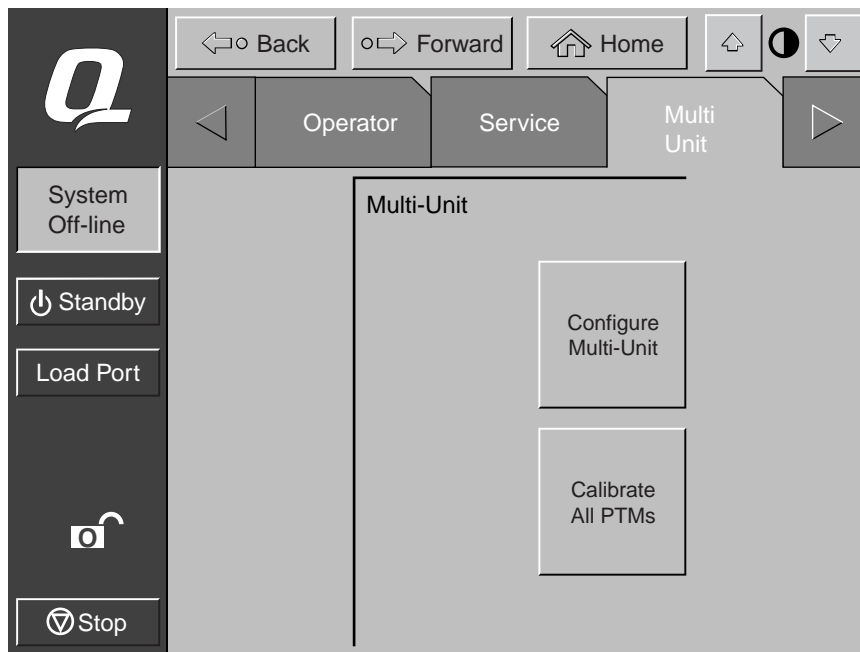

Figure 3-6. Écran Calibrate All PTMs (étalonner tous les PTM)
1. Dans l'onglet Multi-Unit (multilibrairie), appuyez sur le bouton **Calibrate all PTMs** (étalonner tous les PTM) (voir la Figure 3-6). Tous les PTM de toutes les librairies sont à présent étalonnés automatiquement.